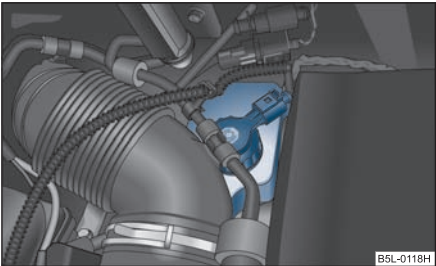

Fig. 210 Vano motor: Depósito del líquido de frenos
- Verifique el nivel de líquido de frenos en el depósito ⇒ fig. 210. El nivel debe encontrarse entre las marcas “MIN” y “MAX”.